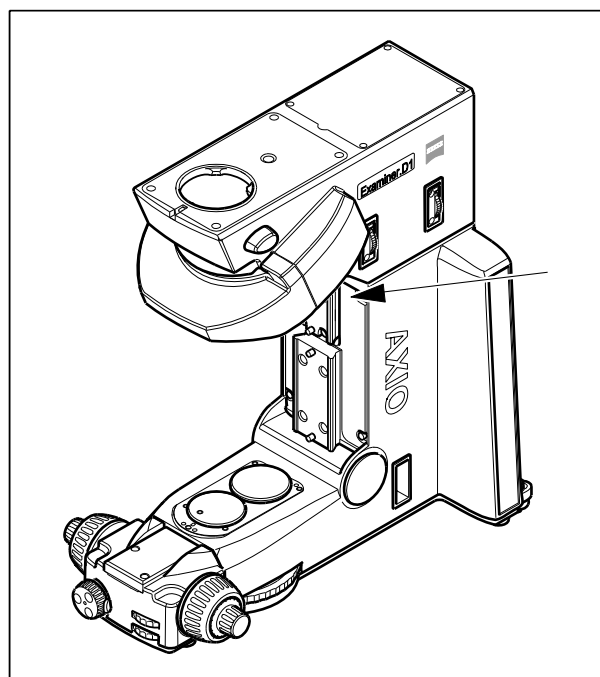

Figure 4-23 Transport de l'Axio Examiner
- Saisissez le dessous de la partie supérieure du microscope (Figure 4-23) avec les deux mains, le soulevez et le déplacez vers sa destination.